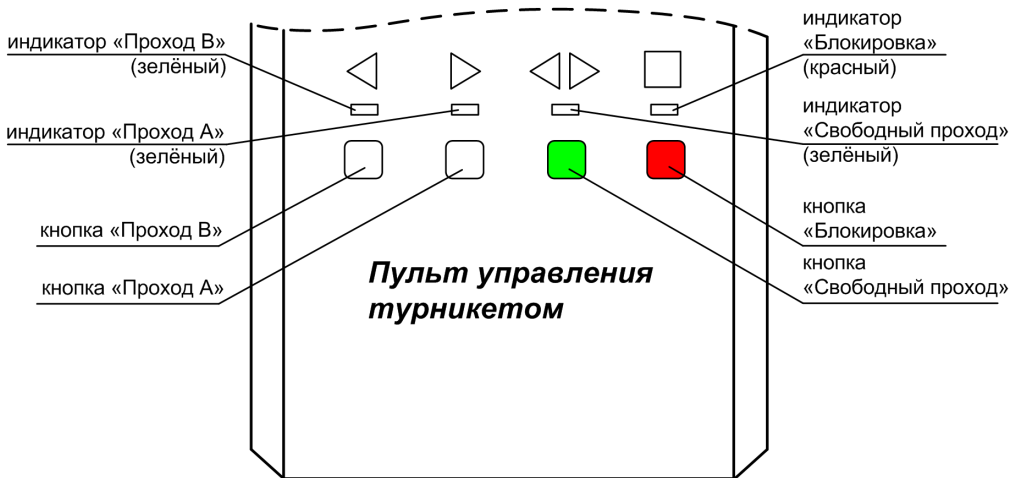

Рис.3 Пульт управления турникетом
- в режиме «Ожидания» нажмите и удерживайте на пульте кнопку «▶» («Проход А») (рис.3). Засветится зелёным соответствующий индикатор состояния турникета – разрешен однократный проход, проверните планки, отпустите кнопку. Соответствующий индикатор состояния турникета засветится красным – турникет снова в режиме «Ожидания»;